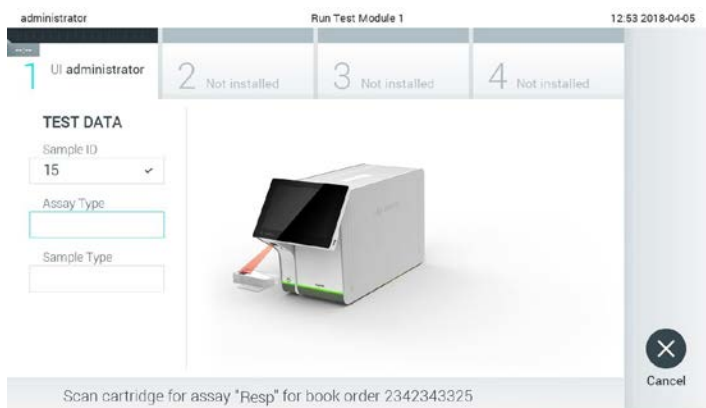

Figura 74. Lendo o código de barras do cartucho de ensaio QIAstat-Dx.
4. Quando o pedido de teste for recuperado com êxito do host, o texto "Scan cartridge for assay <assay_name> and book order <order_number>" (Verificar cartucho para ensaio <assay_name> e pedido em registro <order_number>) será exibido. Leia o código de barras do cartucho de ensaio QIAstat-Dx especificado (Figura 74).